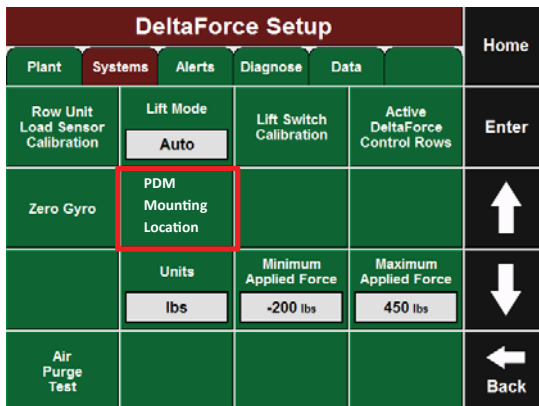

Ilustración 15
3.2 Seleccione "Ubicación de montaje del PDM". Consulte la Ilustración 15.